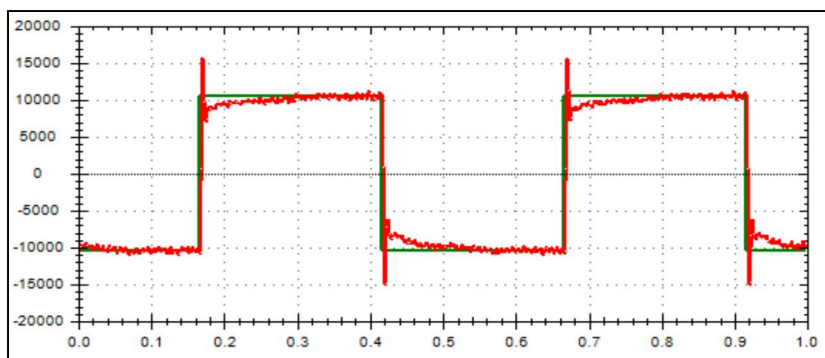

图 15-5 速度环方波激励响应波形
3. 先调整增益，波形在刚好超调一点，但是未出现过大的震荡即可。然后调节积分，积分数值一般不用给太高，适当消除震荡即可。方波激励最终波形应该接近图 15-5 的波形。